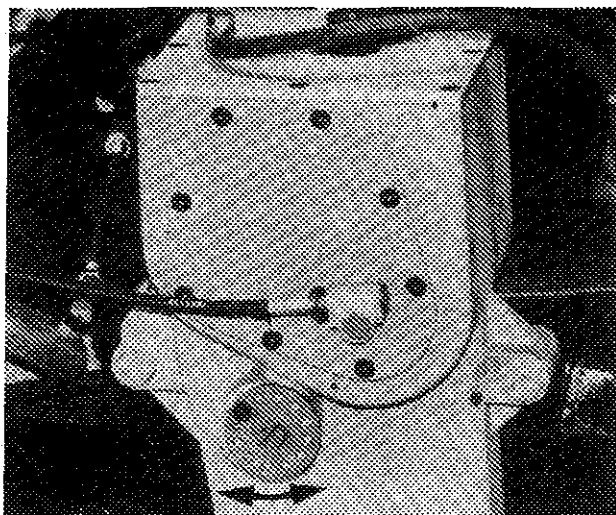

Bild 22
2. Vrid ringexcentern motsols (8000 kan vridas åt båda hållen, bild 22) tills motstånd känns, backa sedan till närmaste skruvhål. (Det finns tre variationer, vilket ger för varje steg en tredjedels hålbild).
3. Återmontera låsskruven. (bild 22 - 23)